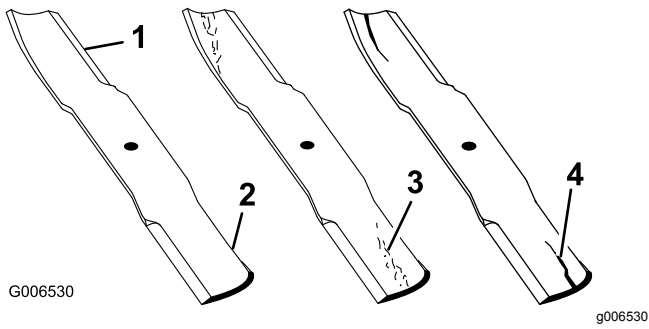

Figure 45
1. Examinez le tranchant des lames (Figure 45). Si les tranchants sont mal affûtés ou présentent des indentations, déposez et affûtez les lames; voir Affûtage des lames.
2. Inspectez les lames, surtout la partie relevée (Figure 45). Remplacez immédiatement toute lame endommagée, usée ou qui présente une entaille (repère 3 de la Figure 45).